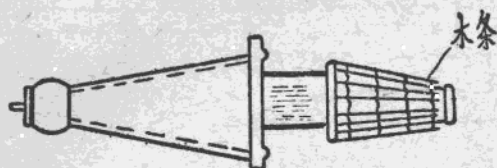

图3
4. 向套管上套套盘时或把套管立放在架子上时，套管的下半部瓷裙应用细绳编起的木条保护（如图3），以免瓷面受到损坏。